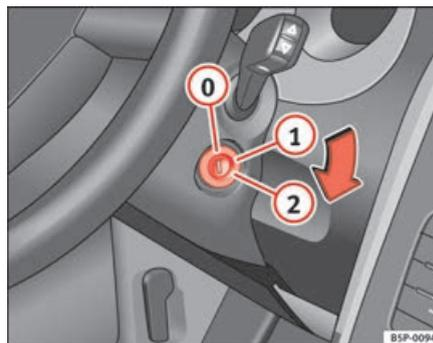

Fig. 100 Posizioni della chiave di accensione
In questa posizione ⇒ fig. 100 sia il motore che il quadro sono spenti e si può inserire il bloccasterzo.
- Girare la chiave fino alla posizione ⇒ pag. 137, fig. 100 ①. La spia  si accenderà nel caso di preincandescenza del motore.
- Quando la spia si spegne, mettere in moto girando la chiave nella posizione ②, senza dare gas.
- Girare la chiave fino alla posizione ⇒ pag. 137, fig. 100 .